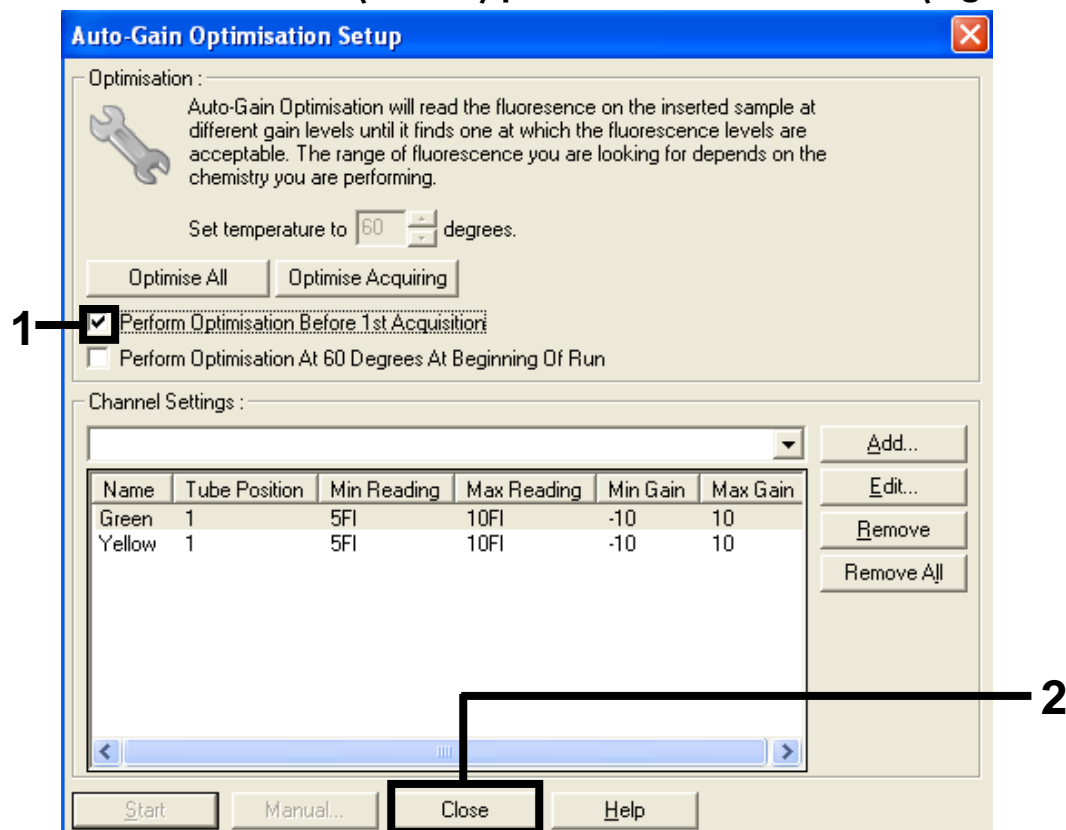

Figura 12. Selecção dos canais verde e amarelo.
15. Marque a caixa “Perform Optimisation before 1st Acquisition” (Efectuar optimização antes da 1ª aquisição) e, em seguida, clique no botão “Close” (Fechar) para voltar ao assistente (Figura 12).